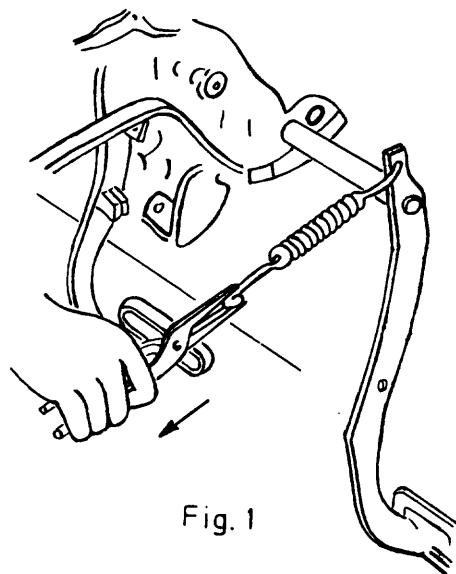

Fig.1
- a Saque los resortes de retorno de los pedales, utilizando un alicate (fig.1).